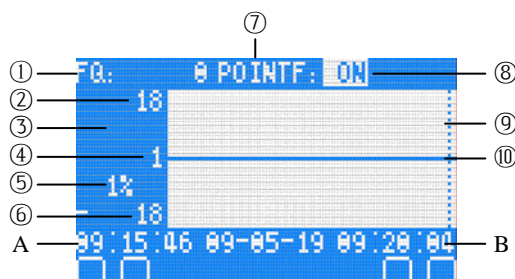
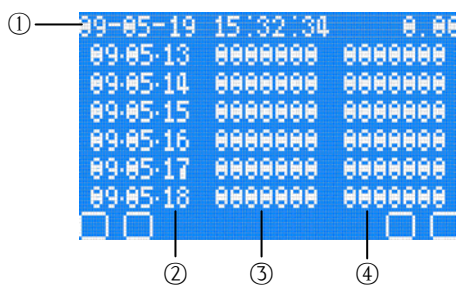

图 4.4
图 4.5
- ① 液晶显示窗
- ② “” 确认键。当光标移动到设定项目，设定项反白显示，点按则进入该设定项的设置，设定完成后，再按该键则退出设定。
- ③ “” 按键：在正常显示状态下用于切换显示综合显示画面 1、2 (图 4.2、4.3)、记录曲线画面 (图 4.4)、电量报表显示画面 (图 4.5)。在数值设定状态下用于移动选择设定的数位；在设定项反白显示时用于快速返回；
- ④ “” 按键：在设定项反白显示时用于向上选择设定项；在进入设定数值状态，数值反白显示时用于增加数值；
- ⑤ “” 按键：在设定项反白显示时用于向下选择设定项；在进入设定数值状态，数值反白显示时用于减小数值；
C 记录曲线画面 (图 4.4)
D 电量报表显示画面 (图 4.5)